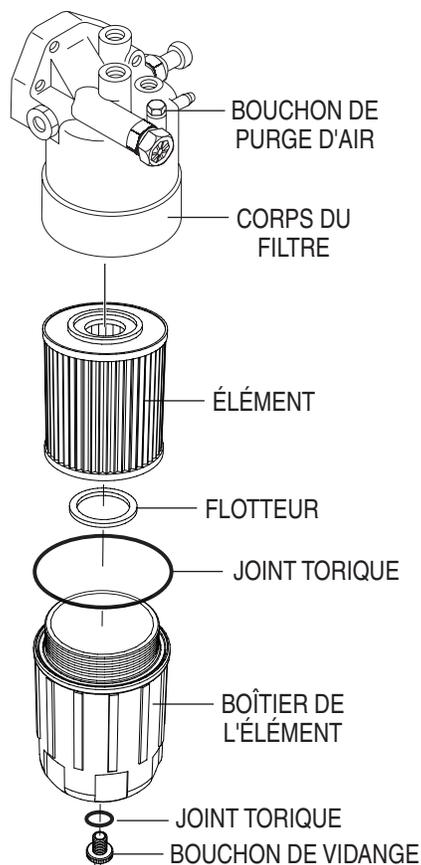

Figure 54. Remplacement du filtre à carburant
1. À l'aide d'une **clé à filtre**, retirez le **boîtier de l'élément du corps du filtre à carburant** (Figure 54).
2. Essuyez l'intérieur **corps du filtre** (Figure 54) avec un chiffon propre pour éliminer les corps étrangers ou débris qui ont pu s'y accumuler.